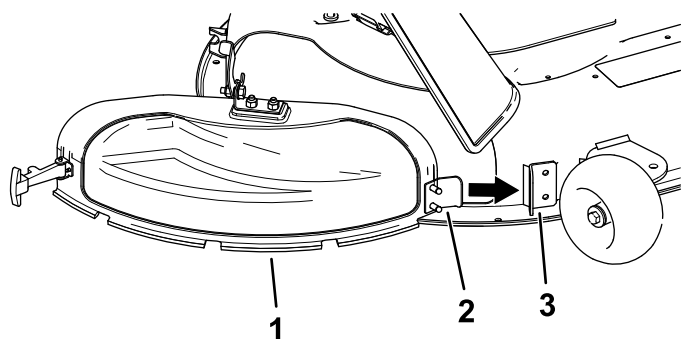

Рисунок 13
3. Наклоните металлический выступ на крышке выброса так, чтобы ввести его в паз в кронштейне, приваренном к деке газонокосилки (Рисунок 13).